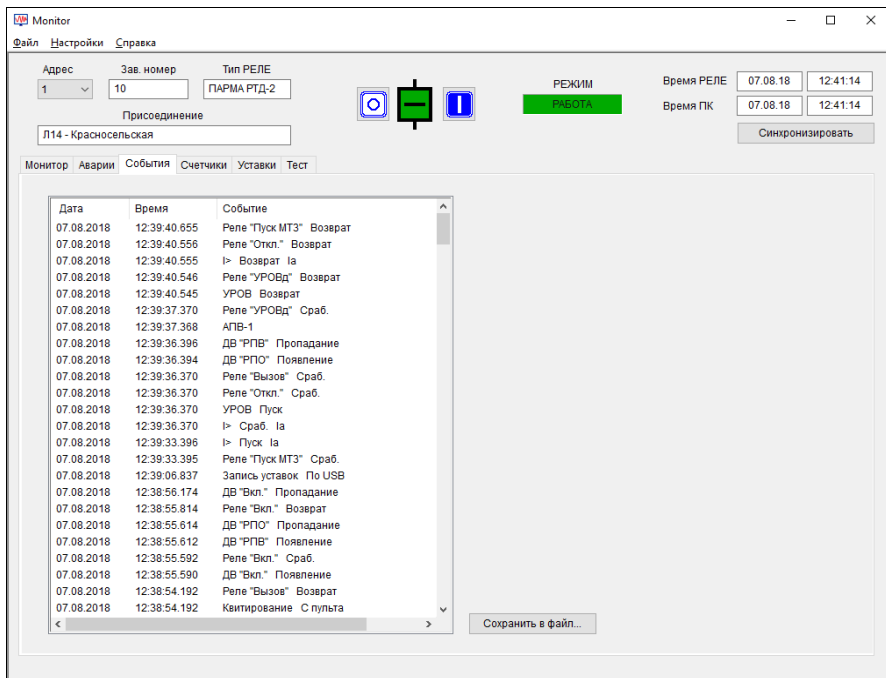

Рисунок 11 – Вкладка "События"
5.5.11.1 Вкладка "События" предназначена для просмотра журнала событий РЕЛЕ (рисунок 11).